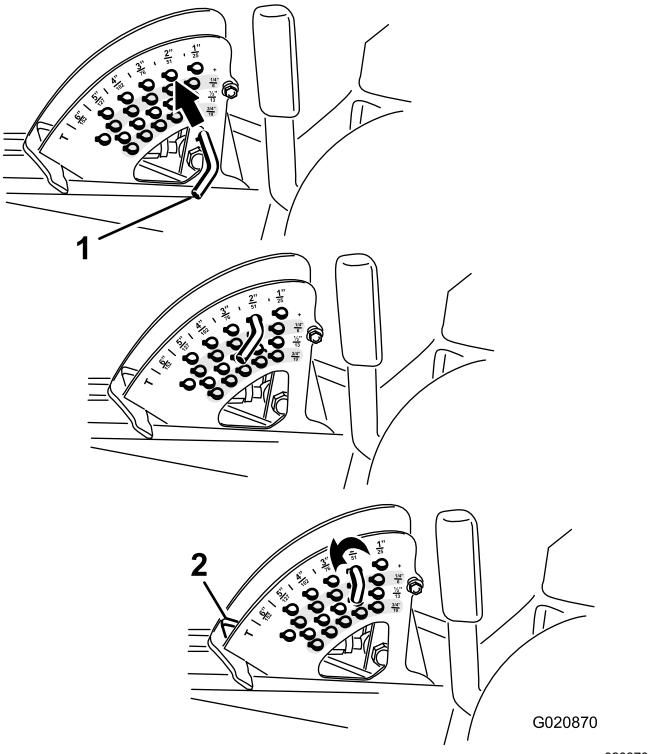

Figura 12
2. Gire el pasador de tope hasta que el pasador cilíndrico que contiene se alinee con las ranuras de los taladros del soporte de altura de corte, y retire el pasador (Figura 12).
3. Seleccione un taladro del soporte de altura de corte que corresponda a la altura de corte deseada, inserte el pasador y gírelo para bloquearlo en esa posición (Figura 12).
Nota: Hay 4 filas de orificios (Figura 12). La fila superior corresponde a la altura de corte impresa encima del pasador. La segunda fila corresponde a la altura impresa más 6 mm ($\frac{1}{4}"). La tercera fila corresponde a la altura impresa más 12 mm ($\frac{1}{2}$ "). La fila inferior corresponde a la altura impresa más 18 mm ($\frac{3}{4}"). Para la posición de 15.8 cm (6") hay un solo taladro, situado en la segunda fila. Esta posición no añade 6 mm ($\frac{1}{4}$ ") a la altura de 15.8 cm (6").$$